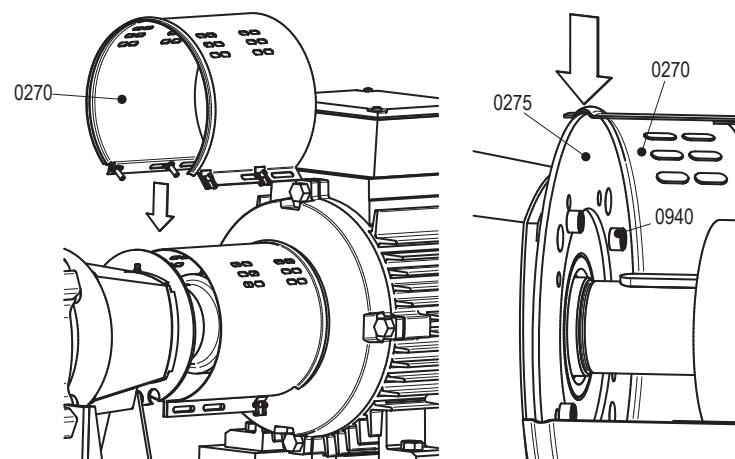

Bild 16: Montera manteln på pumpsidan.
- 7 Skruva loss bultar (0940) och ta fästplattan (0275) från lagerlocket (2115). Version L5/L6: Skruva loss bultar (0940) och ta fästplattan (0275) från lagerblocket (2840). Se bild 16.
Version L5/L6: Montera fästplattan (0275) på lagerblock (2840) med skruvarna (0940). Se bild 16.